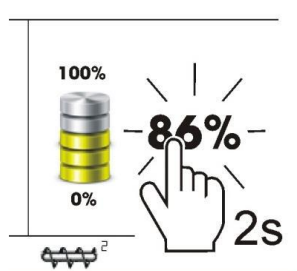

Figura 7. Impostazione del livello di combustibile al 100%
- tenere premuto il dito sul valore del livello del combustibile nella schermata principale, come mostrato nella figura 7